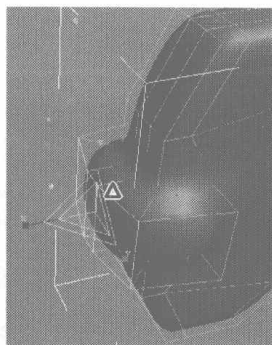
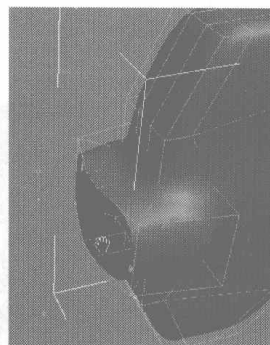
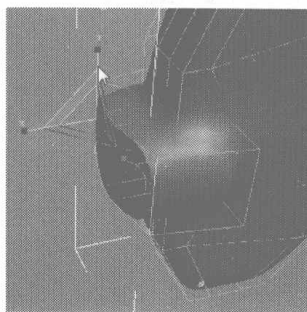
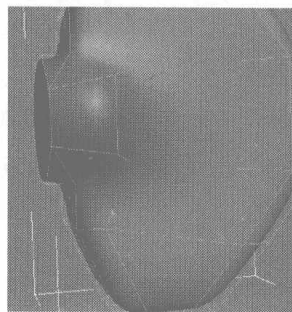

图 5.349
图 5.350
图 5.351
图 5.352
- 05 选择如图 5.349 所示的面，按 Delete 键将其删除，如图 5.350 所示。选择如图 5.351 所示的曲线，利用缩放工具将其调整到如图 5.352 所示的位置。